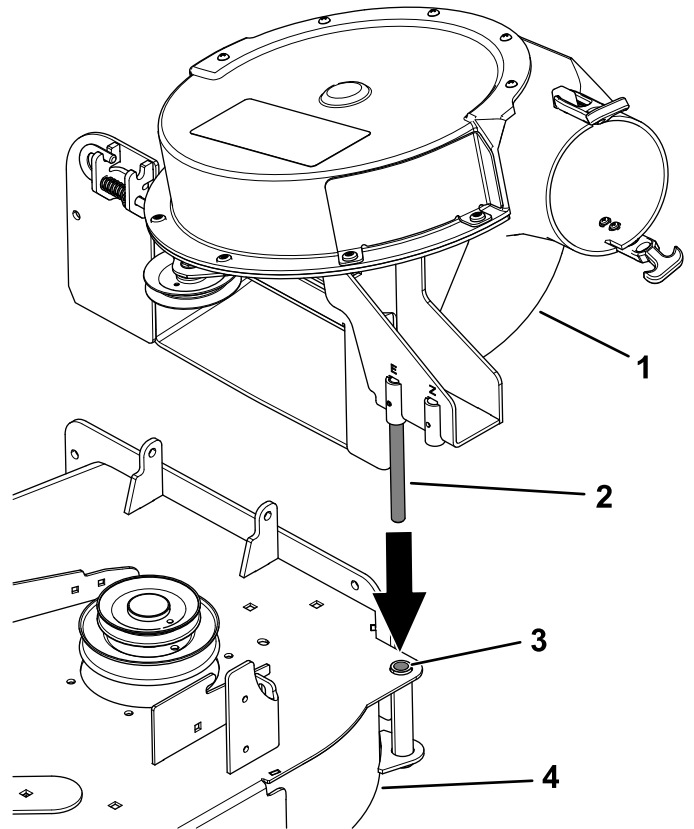

図 18
1. ブロアのピボットピンを、刈り込みデッキのピボットピン穴に合わせる 図 18。
3. ブロアを降ろしてピボットピンを穴に通す 図 18。